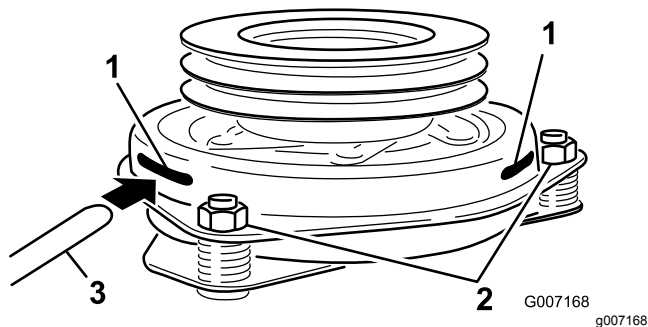

Figure 70
9. Insérez une jauge d'épaisseur de 0,38 à 0,53 mm (0,015 à 0,02 po) dans une fente d'inspection sur le côté de l'ensemble (Figure 70).
10. Serrez les contre-écrous jusqu'à ce la jauge d'épaisseur fléchisse légèrement mais puisse bouger facilement dans l'entrefer (Figure 70).